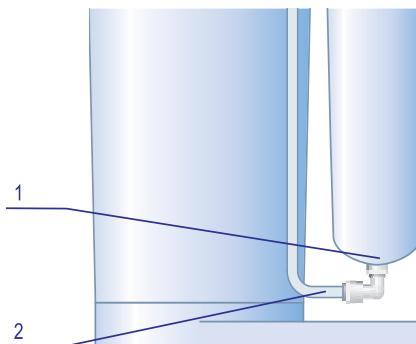

Рис. 10
- Подсоедините угольник дренажной трубы к сменному мембранным модулю (для этого вставьте предварительно смоченный водой конец угольника во втулку дренажного штуцера до упора, см рис. 10). Установите стопорную клипсу.
- Отсоедините дренажную трубку с угольником (2) от дренажного штуцера (1) корпуса сменного мембранным модуля (рис. 10). Для этого выньте из-под пластиковой трубы стопорную клипсу, нажмите на торец пластиковой втулки и вытяните трубку.